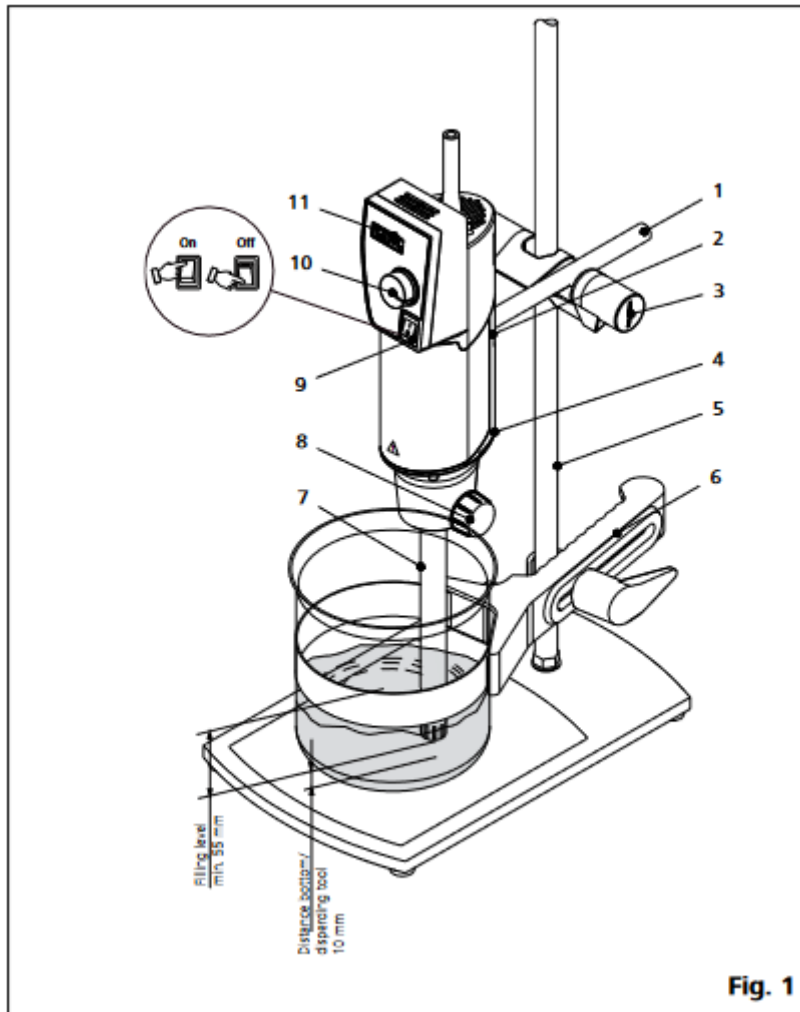

Fig. 1
- La tige d'avant-bras doit être montée de la façon suivante (voir fig. 1) :
- Placer la tige d'avant-bras (1) dans la bride.
- Mettre en place la vis à tête cylindrique (2).
- Visser la vis cylindrique (2) avec le tournevis DIN 911
- Les vibrations peuvent entraîner le desserrage de la vis cylindrique (2). Vérifier donc régulièrement pour des raisons de sécurité la fixation de l'avant-bras. Resserrer au besoin la vis cylindrique (2) d'ouverture 4.
- Afin de rendre le travail plus sûr, les unités de commande sont fixées sur le support de plaque R 1826 (5) à l'aide d'un manchon en croix (3)